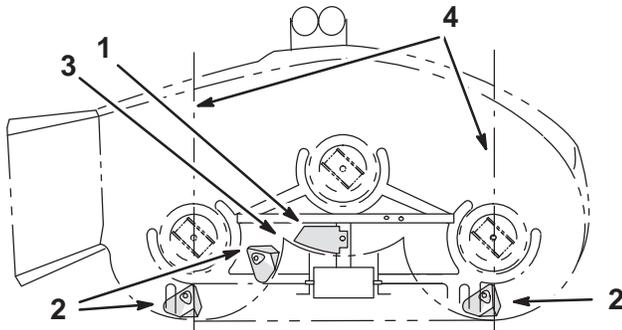
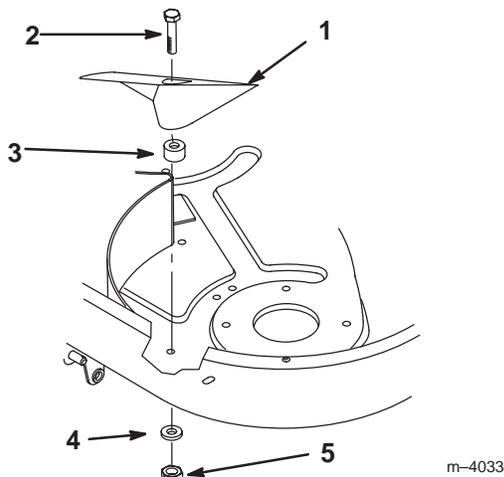

Bild 22
Bild 23
1. Legen Sie die Kickerplatte in Position (Bild 22).
3. Bringen Sie die Kicker in Position (Bild 22) und befestigen Sie sie mit 3 Schrauben (5/16 x 1 Zoll), Distanzstücken, Flachscheiben und Sicherungsmuttern (Bild 23).